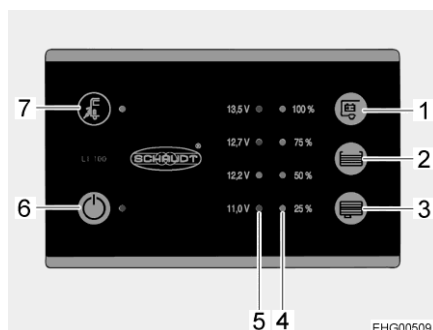

Bild 73 Panel (LT 100)
Den gula lysdioden lyser vid symbolen nätanslutning "⚡" (Bild 73,7) när fordonet är anslutet till en extern nätanslutning. Lysdioden lyser då också med avstängd panel.
Med huvudbrytaren 12 V (Bild 73,6) kopplas panelen och bodelens 12 V-försörjning till eller från.
Slå på: ■ Tryck på knappen "⏻" (Bild 73,6): 12 V-försörjningen för bodelen är påslagen. Lysdioden lyser grönt.
Slå från: ■ Tryck på knappen "⏻" (Bild 73,6) på nytt: 12 V-försörjningen för bodelen är avstängd. Lampan släcks.
Lysdiodskalan (Bild 73,5) visar batterispänningen för bodelsbatteriet enligt följande:
■ Tryck ner knapp "⏻" (Bild 73,1): Bodelsbatteriets spänning visas.
Lysdiodskalan (Bild 73,4) visar fyllnivån i färskvattentanken eller avloppstanken.
Visa nivå: Tryck ner knapp "F" (Bild 73,2): Färskvattentankens fyllnadsnivå visas med hjälp av lysdiod.
Tryck ner knapp "A" (Bild 73,3): Avloppstankens fyllnadsnivå visas med hjälp av lysdiod.